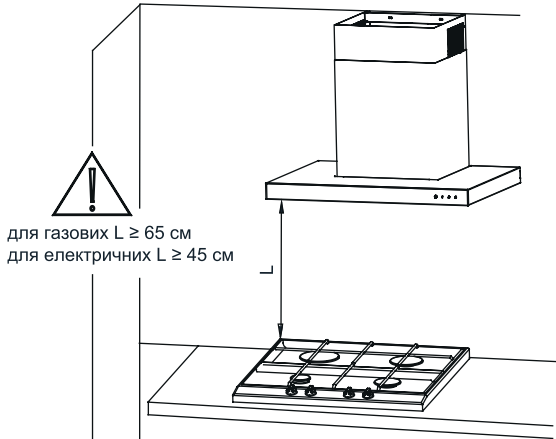
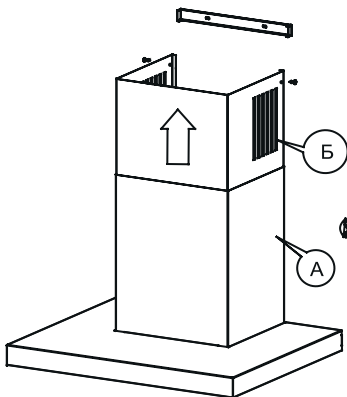

Рис. 2. Рекомендована висота для монтажу витяжки
Рис. 8. Монтаж повітропроводу
Дотримуйтесь рекомендацій зі встановлення витяжки та повітропроводу наведених на **Рис. 2 - Рис. 8**. Витяжку обладнано штифтами кріплення, що підходять до більшості стін та стель. Протягом установки витяжки дотримуйтесь загальних правил виведення повітря з приміщень.
6. Встановіть повітропровід на витяжку. Повітропровід складається з нижньої та верхньої частин (відповідно позначені **A** і **B**, Рис. 8), виконаних у вигляді розсувної конструкції. Обережно висуньте верхню частину витяжки, позначену **B**, догори на необхідну відстань, щоб стало можливим приєднати її до кріплення, попередньо приєднаного до стіни.